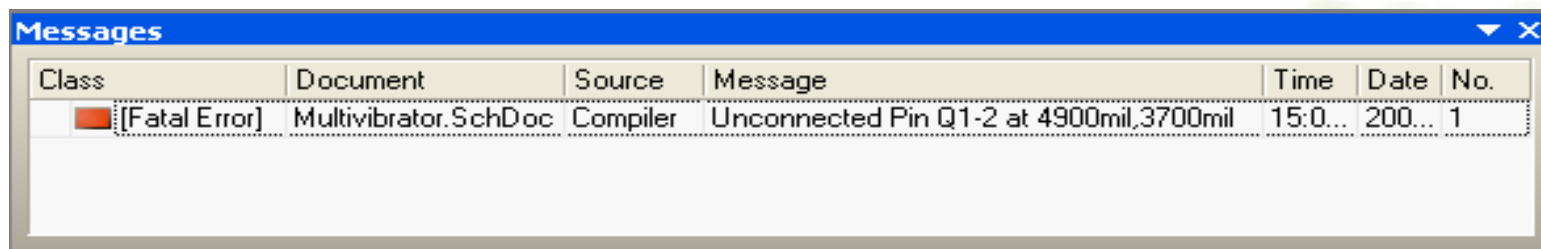

图2-19 给出错误信息
- ❖ 5. 重新编译项目（Project → Compile PCB Project Multivibrator.PrjPcb）来检查错误，自动弹出“Messages”窗口如图2-19所示，指出错误信息：Q1-2脚没有连接。